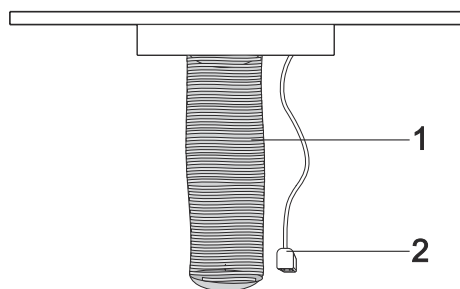

Fig. 12
5. ➔ Aftrækskanal og forsyningskabel skal gøres klar inden installation af emhætten (Fig. 12).